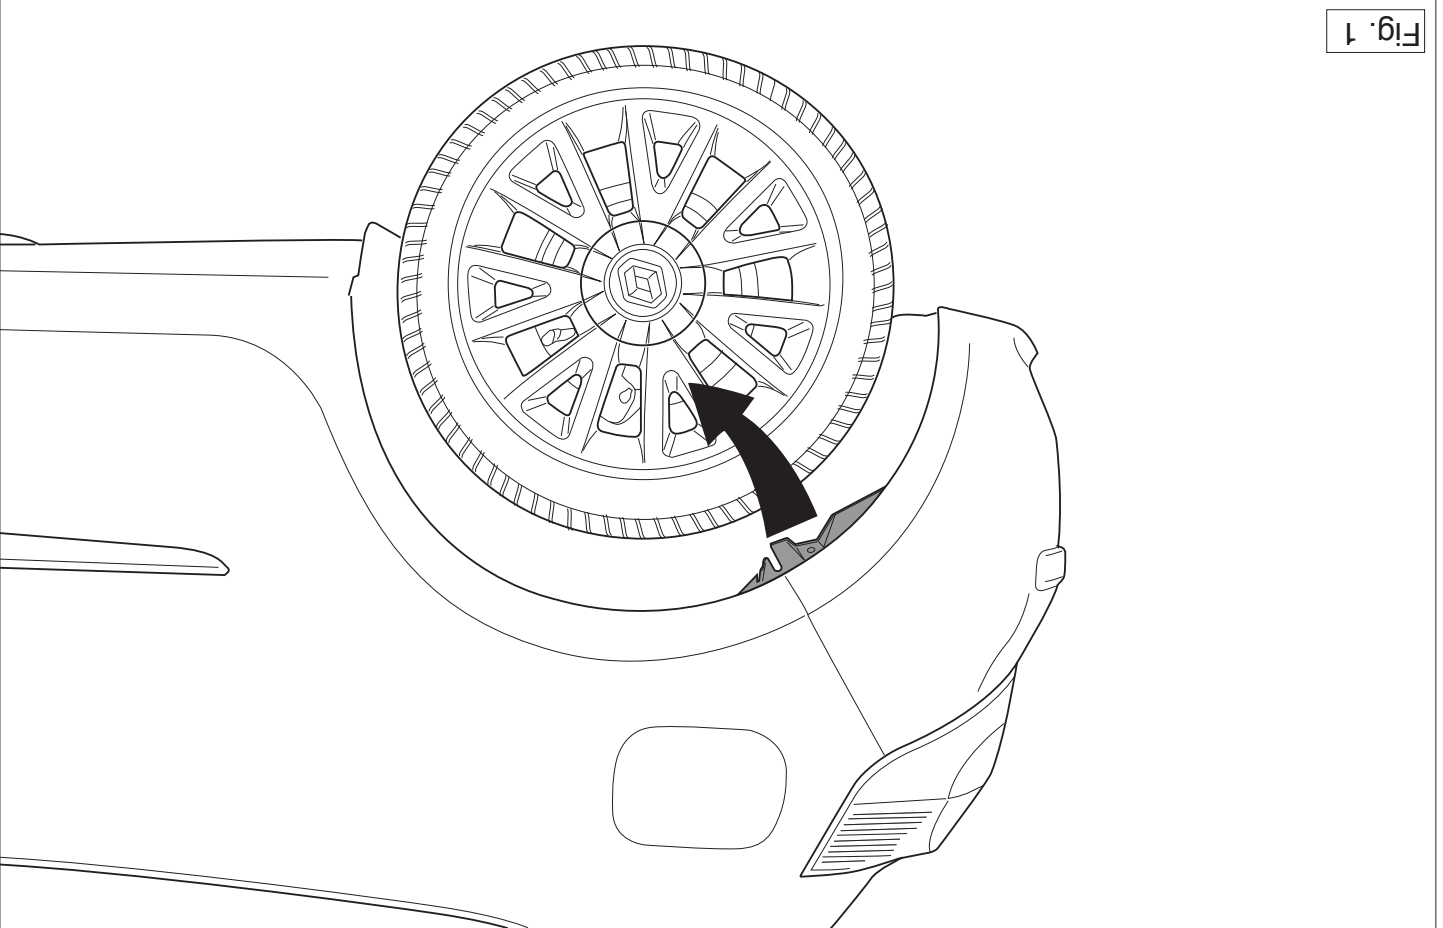

Fig. 1
1. Loosen the mud guards in the wheel casings on one side to gain better access see figure 1.
1. Die Schmutzfänger in den Radkästen auf einer Seite lösen, um einen besseren Zugang zu erhalten (siehe Abb. 1).
1. Pour un accès plus aisé, détacher d'un côté les pare-boue dans les ailes voir la figure 1.
1. Частично снять противогрязевые щитки в надколесных дугах, чтобы облегчить доступ к рабочей зоне (см. рис. 1).